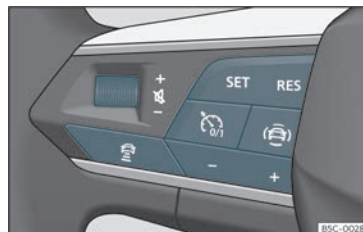

Fig. 170 Al volant multifunció: botons per fer servir l'ACC
El vostre vehicle disposa d'ACC si disposa de menú de configuració en el sistema d'Infotainment>>> pàg. 95, i si disposa dels botons propis de la funció ACC al volant multifunció >>> fig. 170.
• Per començar la regulació, premeu el botó **SET**»» **fig. 170**.
Per programar la velocitat, premeu els botons **+ o -**»» **fig. 170** fins a la velocitat desitjada. L'ajust de la velocitat es realitza en intervals de 10 km/h (5 mph).
• Premeu el botó  i, a continuació, el botó **+ o -**»» **fig. 170**.